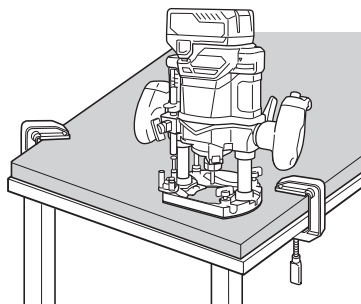

Fig. 10
2. Fixer le matériau à l'aide d'un étau pour s'assurer que les deux mains sont libres pour tenir et utiliser l'outil électrique. (Fig. 10)